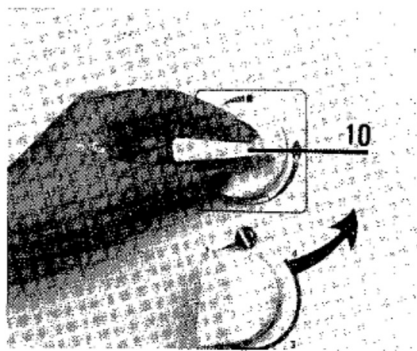

Fig. 2
5) Tourner doucement le bouton (10) dans le sens de la flèche, jusqu'au repère position plein gaz (fig. 2).